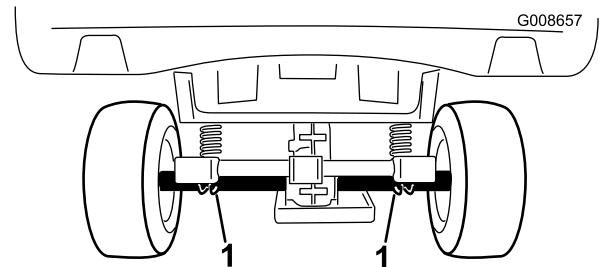

Bild 26
- Die hintere Hebestelle der Maschine befindet sich unter den Achsrohren (Bild 26).